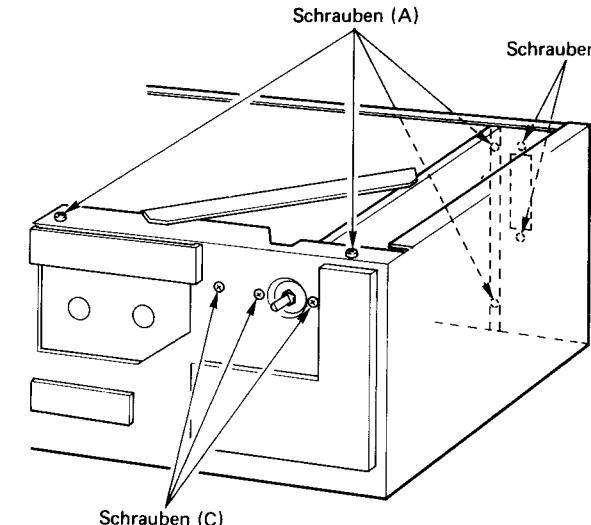

Abb. 3
Das Abstimmrad abziehen. Die vier Schrauben (A), zwei Schrauben (B) und drei Schrauben (C) entfernen, danach die Flachkabelanschlüsse (J201, J701) abziehen. (Abb. 3)